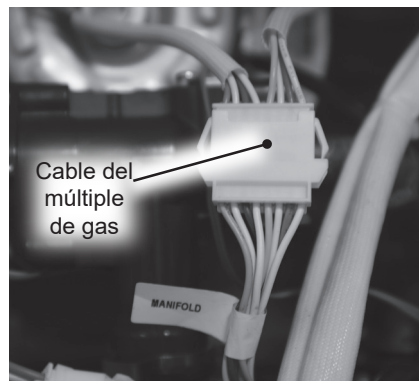

Figura 86 - Desconexión del cable del múltiple de gas
- 12 Ubique el mazo de cables del múltiple de gas y desconéctelo. Consulte la Figura 86.